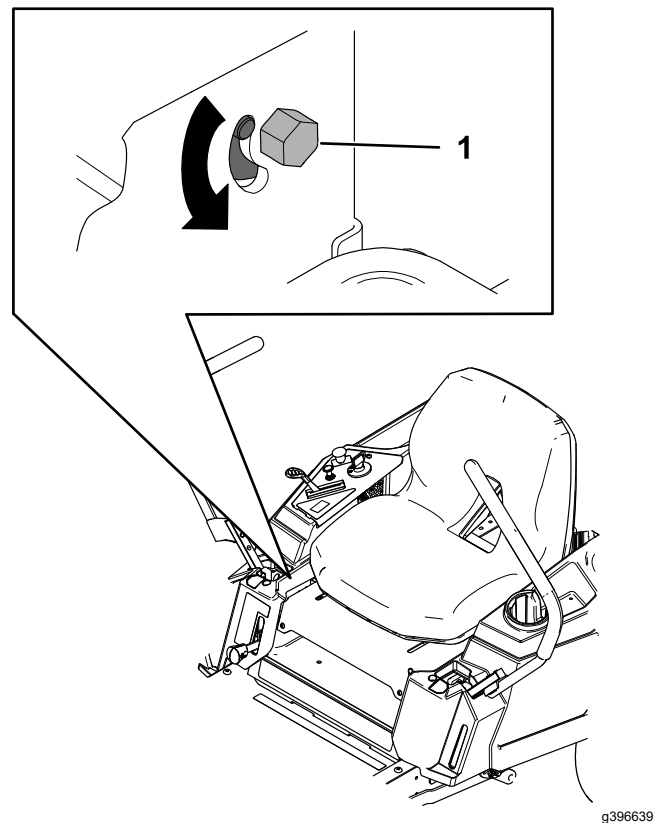

Figura 53
3. Localizați urubul de reglare a direcției de lângă maneta de control al micării pe partea care trebuie efectuată reglarea (Figura 53).